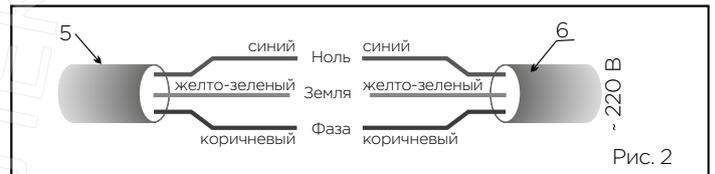

Рис. 2
- подключить провод светильника 5 к питающему проводу 6, соблюдая все необходимые требования по цветовому подключению проводов: РЕ-ЗЕМЛЯ — желто-зеленый провод, L-ФАЗА — коричневый, N-НОЛЬ — синий, через три соединителя Scotchlok 314, идущих в комплекте, используя ручной инструмент — пассатижи переставные (рис. 2);